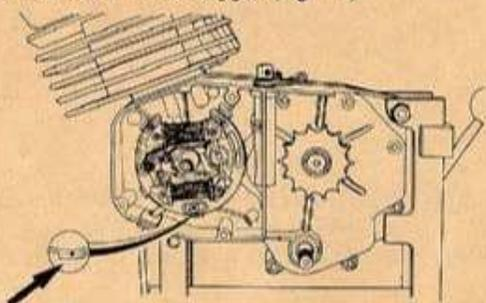

FIG. 11 Segni di riferimento
- 5) PRIMA di rimuovere lo statore, fare due segni di riferimento corrispondenti, uno sulla sede nel semicaratter e l'altro sulla piastra statore, per consentire l'esatto posizionamento all'atto del rimontaggio (fig. 11).